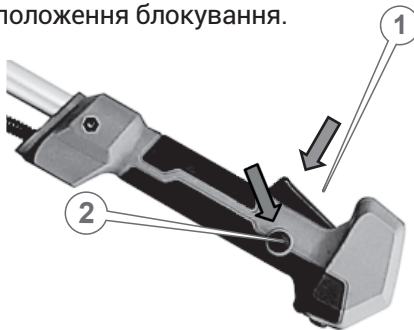

Рисунок 19. Схема запуску електрокоси.
3. Натиснути на кнопку блокування від випадкового увімкнення (2, рис. 19), після чого на куркову клавішу (1, рис. 19) «Увімк/Вимк». Різальний інструмент почне відразу обертатися.
5. Для зупинки електрокоси відпустити клавішу (1, рис. 19) «Увімк/Вимк», двигун одразу зупиниться і загальмує рух усіх механізмів та кінцевої насадки, а кнопка блокування від випадкового увімкнення (2, рис. 19) повернеться в положення блокування.
1. Для вимкнення електрокоси відпустити клавішу (1, рис. 19) «Увімк/Вимк», двигун одразу зупиниться і загальмує рух усіх механізмів та кінцевої насадки, а кнопка блокування від випадкового пуску (2, рис. 19) повернеться в положення блокування.